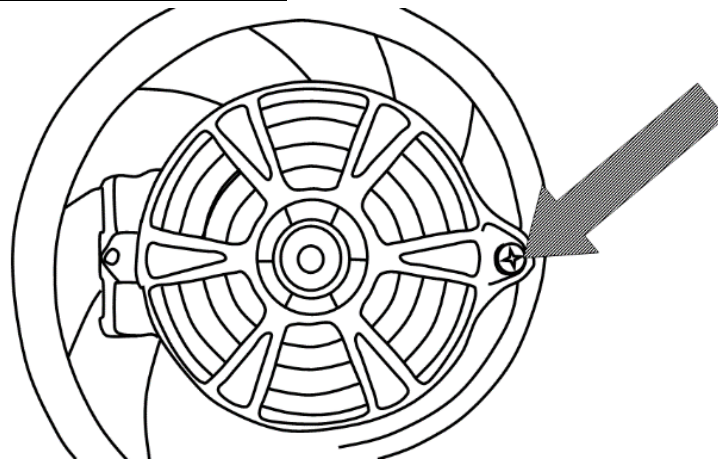

Abb. 3
MONTAGE DER SAUGROHRE (Abb. 3, 4)
1. Drücken Sie den Vorsprung der Abdeckung mithilfe eines Kreuzschlitz-Schraubendrehers nieder und lösen Sie die Schraube an der Abdeckung, sodass sich die Abdeckung des Saugeingangs öffnet. (Abb. 3)